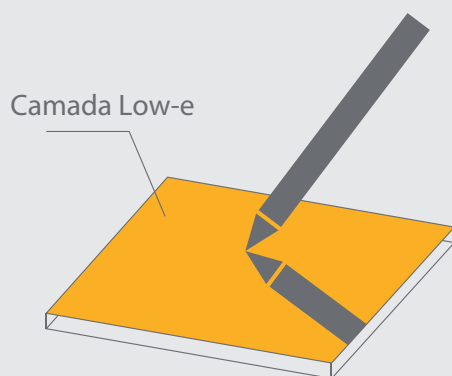

Fig. 4
- Encoste a ponta de uma caneta em um dos lados do vidro. Se as pontas encostarem uma na outra, este é o lado da camada *Low-e*, conforme Fig. 4;